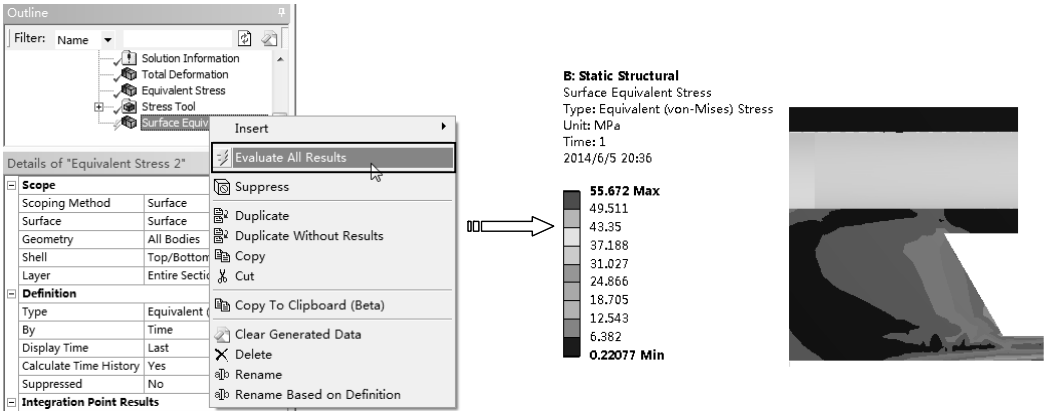

图 5-87 显示表面上的应力分布
9) 显示表面结果。在【Outline（分析树）】中选择【Surface Equivalent Stress】节点，单击鼠标右键，在弹出的快捷菜单中选择【Evaluate All Results】命令，在图形窗口显示表面上的应力分布，如图 5-87 所示。